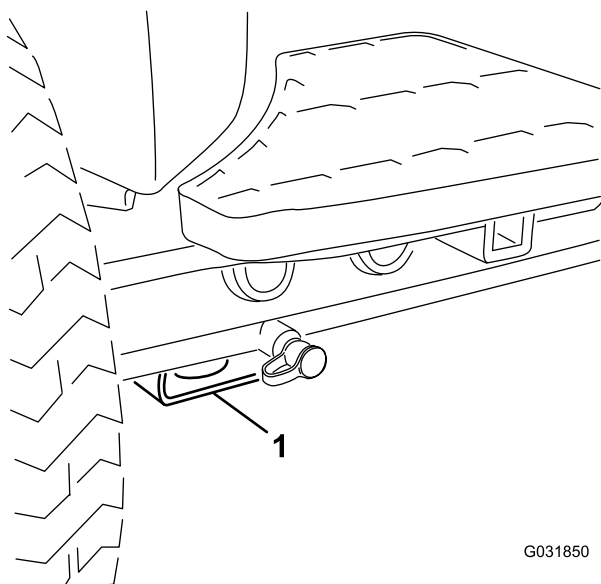

Figure 44
- **Avant de la machine** – patin rectangulaire, sous le tube d'essieu, à l'intérieur de chaque roue avant (Figure 44).